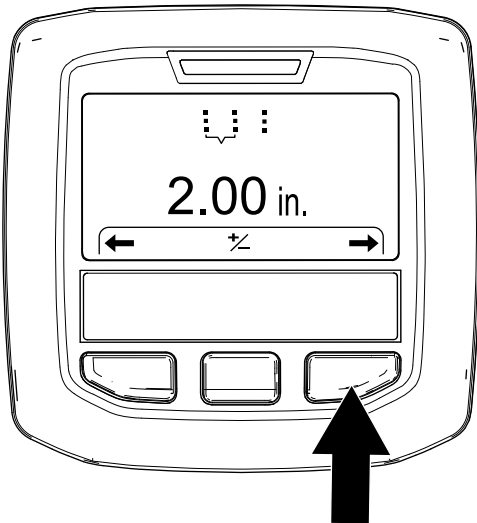

図 48
4. インフォセンターの右ボタンを押して「穴開け間隔設定」 Setting the Hole Spacing 画面を出す 図 48。
5. インフォセンターの右ボタンを押して「タインの直径設定」 Setting the Tine Diameter画面を出す 図 48。